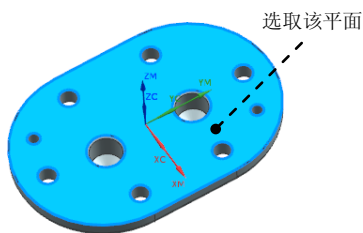
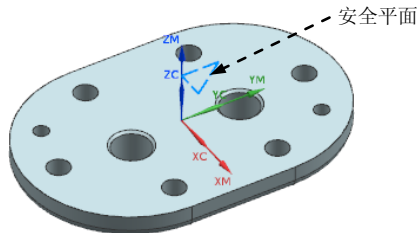

图 19.7 选取参考面
图 19.8 安全平面
Step3. 单击“安全平面”对话框中的  按钮, 系统弹出“平面”对话框, 选取图 19.7 所示的平面为参照, 然后在  区域的  文本框中输入值 20.0, 单击  按钮, 系统返回“安全平面”对话框并创建一个安全平面, 单击“安全平面”对话框中的  按钮可以查看创建的安全平面, 如图 19.8 所示。